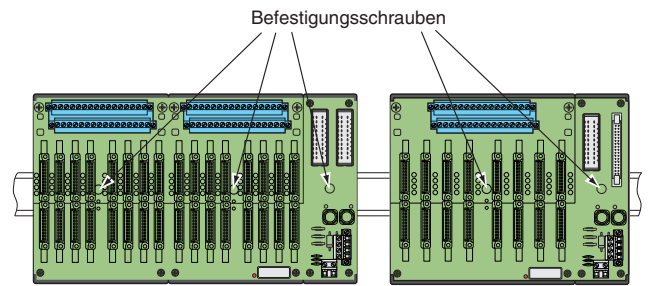

Abbildung 8 H-System-Termination Board, Ansicht von oben
- Ziehen Sie die Befestigungsschrauben an (Abbildung 8).